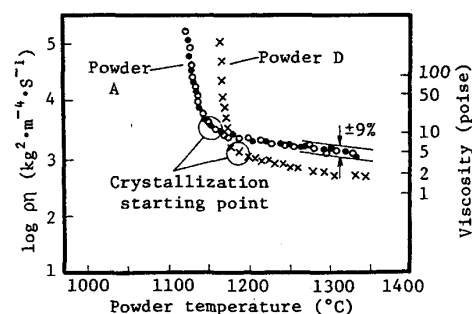

Fig.3 Variation of $\rho\eta$ with temperature
- (1) Fig.3に測定結果例を示すが、異種パウダでは温度-粘度特性、結晶化温度が違ふことがわかる。
- (2) Table 1に3種パウダについての測定再現性を示す。1300℃における粘度値で±9%以内、結晶化温度で±4℃以内の良好な再現性が得られた。